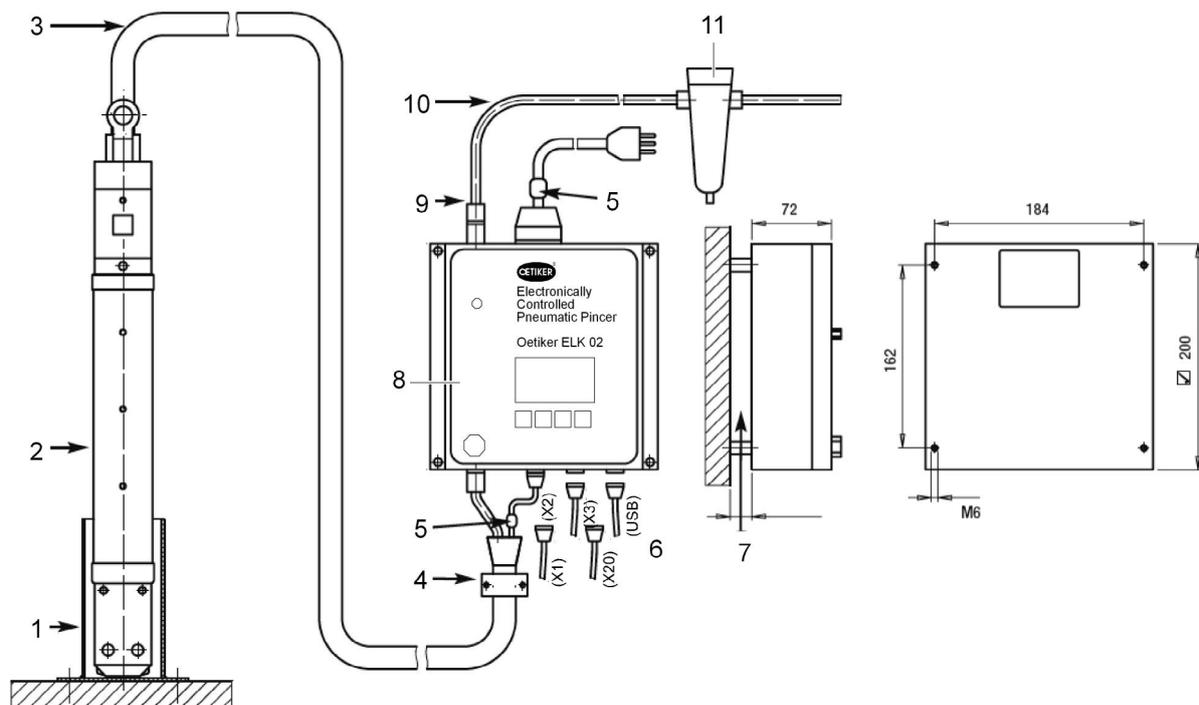

Abb. 10 ELK 02 anschließen
- Um eine ausreichende Luftzirkulation zu gewährleisten, muss zwischen der Regelungseinheit (Abb. 10/8) und der Wand ein Abstand von 10 mm eingehalten werden (Abb. 10/7).
- Länge des Wellschlauchs (Abb. 10/3) nicht verändern (Länge 3 m, optional 6 m oder 12 m).
- ▶ Bei Nichtgebrauch Zange (Abb. 10/2) z. B. in einem Köcher (Abb. 10/1) aufbewahren.
- ▶ Darauf achten, dass der Biegeradius des Wellschlauchs (Abb. 10/3) bei der Bedienung nicht weniger als 50 mm beträgt.
1. Regelungseinheit (Abb. 10/8) so montieren, dass das Display für den Bediener gut sichtbar ist.
2. Wellschlauch (Abb. 10/3) zur Zange (Abb. 10/2) mit Zugentlastung (Abb. 10/4) fixieren (Clip Art.-Nr. 13600035 oder Montageplatte Art.-Nr. 13600028).
3. Wellschlauch (Abb. 10/3) an Regelungseinheit (Abb. 10/8) anschließen.
4. PC usw. an Regelungseinheit anschließen (Abb. 10/6).
1. Druckluft-Vorfilter (Abb. 10/11) (Art.-Nr. 05005930) hängend wie dargestellt mit beiliegendem Befestigungswinkel an geeignetem Ort befestigen.
3. Druckluft-Zuleitung (Abb. 10/10) an Druckluft-Anschluss (Abb. 10/9) der Regelungseinheit (Abb. 10/8) und an Druckluft-Filter (Abb. 10/11) anschließen (Außen-Ø 8 mm, Innen-Ø 6 mm, geeignet bis 10 bar Druck).